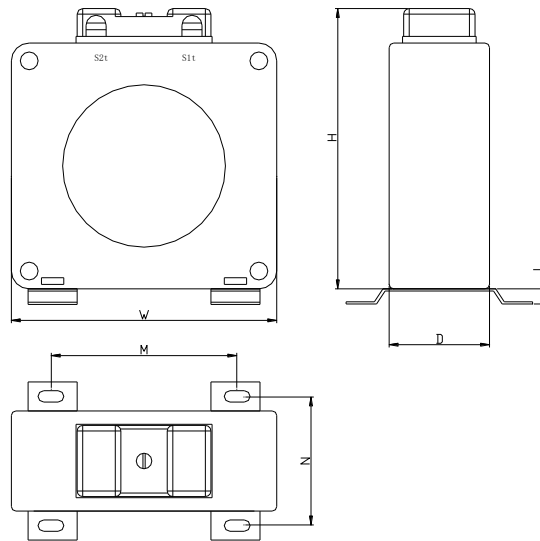
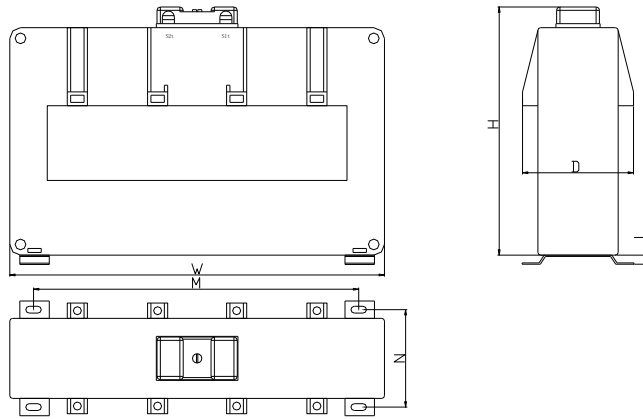
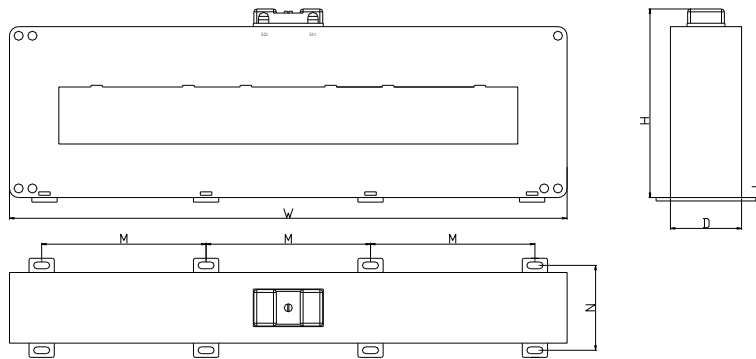
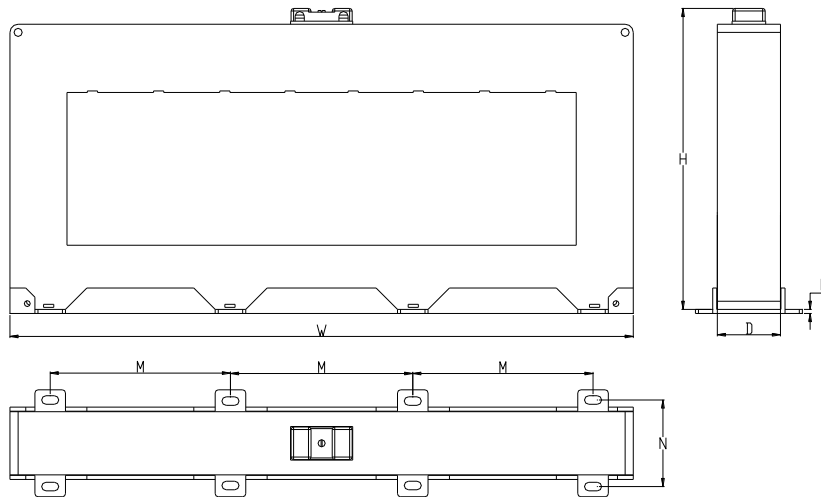

图 2.76 闭口圆孔型传感器外形示意图
图 2.77 闭口方孔型传感器外形示意图
图 2.78 闭口方孔型（DH-GSTN5600/40F）剩余电流传感器外形示意图
图 2.79 闭口方孔型（DH-GSTN5600/50F）剩余电流传感器外形示意图
11.3.2 闭口圆孔型传感器外形示意图如图 2.76 所示，闭口方孔型传感器外形示意图如图 2.77、图 2.78 和图 2.79 所示，所示参数见表 2.21